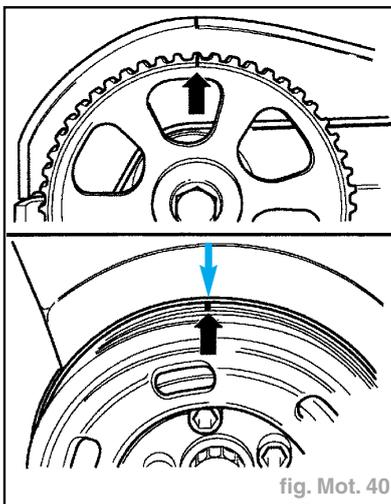

fig. Mot. 40
- Positionner sur le repère du PMH du 1er cylindre (flèches) le vilebrequin au moyen de la vis centrale du pignon de la courroie crantée du vilebrequin en la faisant tourner dans le sens de rotation du moteur (fig. Mot. 40).
- Faire coïncider le repère sur la pignon de l'arbre à cames avec celui sur le couvre-culasse (PMH du 1er cylindre) (fig. Mot. 40).